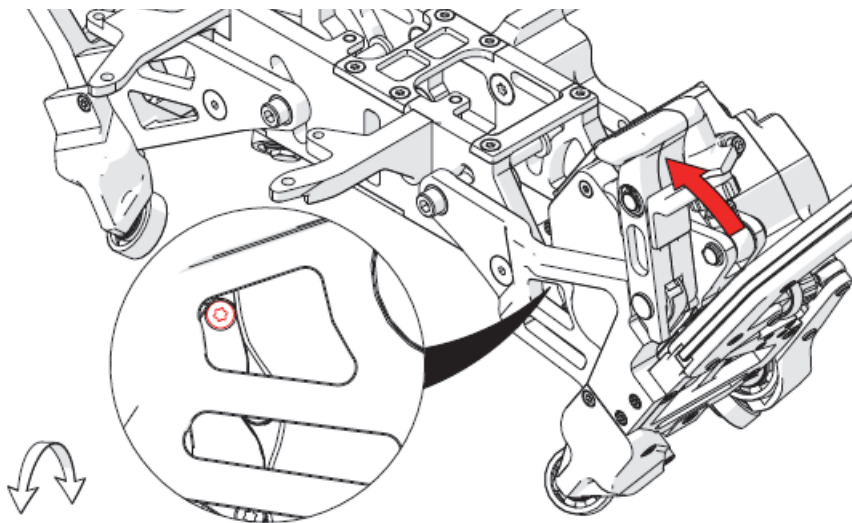

Figura 2-4 Extracción del tornillo Torx a partir de la parte superior del protector de la rueda de conducción
1. Desenganche la empuñadura de enganche de motor; esto permitirá acceder a un tornillo Torx en la parte superior del protector de la rueda de conducción (ver Figura 2-4 en la página 91).